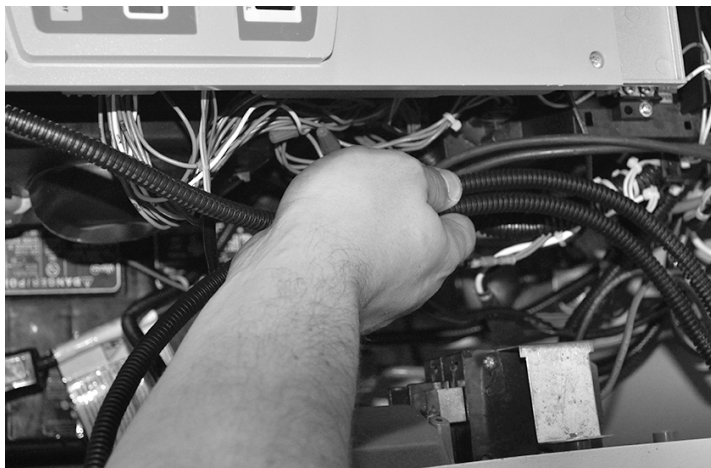

Figura 3-12. Tendido del arnés
16. Tienda el arnés a lo largo de la bandeja de cables como se muestra en la Figura 3-12. Colóquelo en posición con otros tubos para cable para proporcionar soporte adicional.